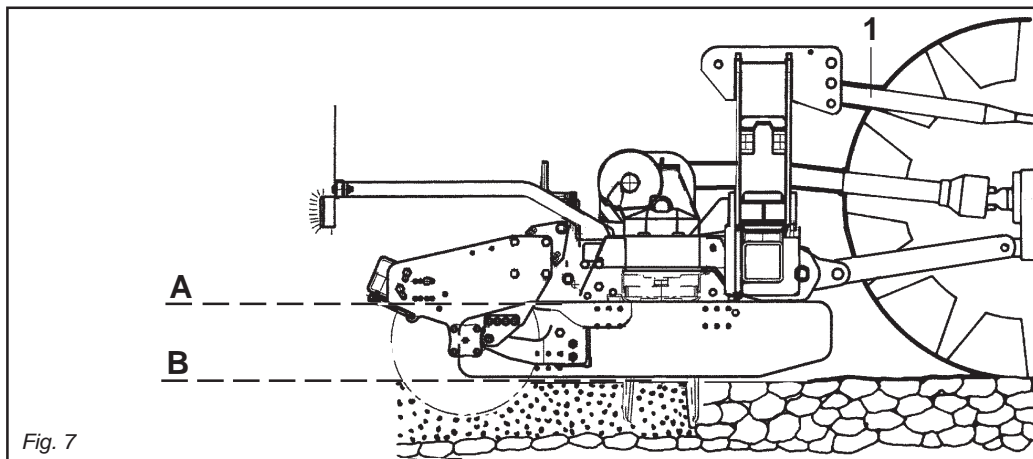

Fig. 7
- 4) Collegare il terzo punto superiore ed effettuare una corretta regolazione con il tirante (1 Fig. 7) verificando che il piano superiore della macchina (A Fig. 7) risulti parallelo al piano terra (B Fig. 7).
- 4) *Connect the upper third-point and correctly regulate by means of the adjuster (1 Fig. 7), checking that the upper surface of the machine (A Fig. 7) is parallel to the ground (B Fig. 7). This is very important since it achieves parallelism between the axis of the machine and that of the tractor pto.*
- 4) Den oberen Kupplungspunkt anschließen und den oberen Lenker (1 Abb. 7) korrekt einstellen. Sicherstellen, daß die obere Haubenkante der Maschine (A Abb. 7) parallel zum Boden (B Abb. 7) steht.
- 4) *Reliez le troisième point supérieur et réglez correctement à l'aide du tirant (1 Fig. 7). Assurez-vous que le plan supérieur de la machine (A Fig. 7) soit pratiquement parallèle au terrain (B Fig. 7).*
- 4) Conectar el tercer punto superior y efectuar una correcta regulación con el tirante de regulación (1 Fig. 7) controlando que el plano superior de la máquina (A Fig. 7) resulte paralelo al plano al nivel del suelo (B Fig. 7).